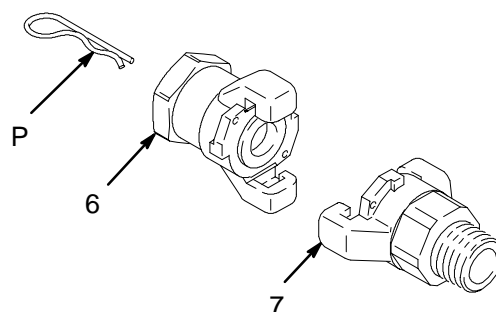

Abb. 1
Die Kupplungsdose mit dem Kupplungsstecker verbinden und mit einem Schlüssel festziehen. Mit den Clipstiften (P) sichern. Siehe Abb. 1.